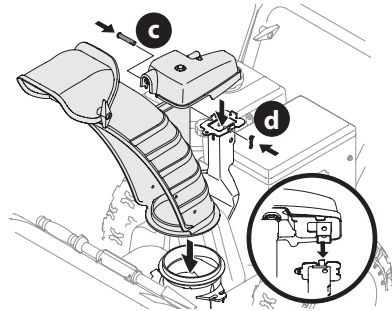

Figura 14
2. Asegure el cabezal de control del canal a la ménsula de soporte del canal con el pasador de horquilla (c) y el pasador de claveta (d) que se extrajeron en el Paso 1 (Figura 14).